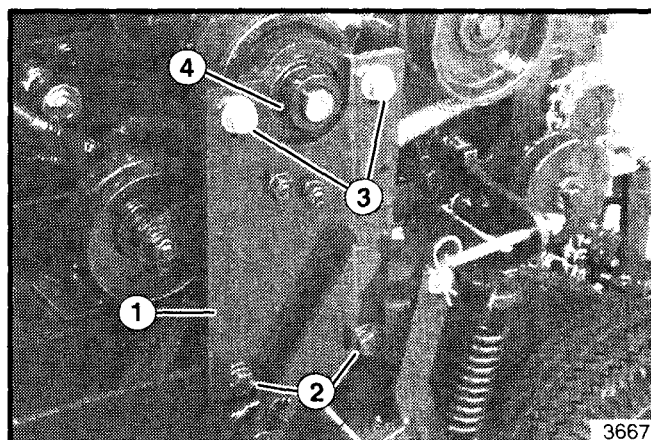

Figura 22. Cuscinetto dell'accoppiatore e piastra di montaggio.
14. Allineare la piastra di montaggio in modo che sia perpendicolare allo chassis e che il fermo del cuscinetto sia centrato sull'albero dell'accoppiatore. Stringere le due viti della piastra di montaggio al fondo della piastra (vedere figura 22).
16. Stringere l'anello di bloccaggio sull'albero di accoppiamento del motore. Ruotare l'anello sulla spalla del blocco del cuscinetto in senso antiorario. Usando un martello e un punteruolo bloccare l'anello in posizione. Stringere la vite di posizione dell'anello (vedere figura 22).